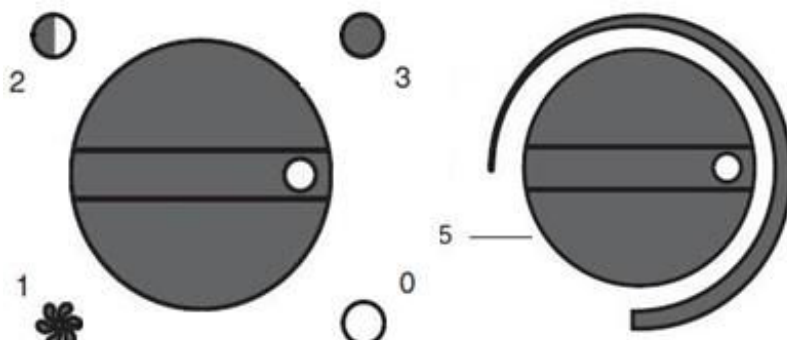

Рис. 3
3.4. Для включения моделей QE-2000E, QE-5000ET, QE-6000ET, QE-9000ET, QE-15000E, QE-24000E, QE-36000E переведите переключатель из положения 0 в положение поз.1 рис.3, при этом начинает работать вентилятор, но нагрев не осуществляется. Чтобы включить прибор в режиме обогрева, необходимо выполнить следующие действия
Рукояткой 5 рис.3 установите температуру нагрева окружающего воздуха. Шкала регулировки является относительной. В положении МИН регулятора 5 температура минимальна, в положении МАКС — максимальна. Установите регулятор 5 в положение, при котором температура окружающей среды является для вас комфортной.